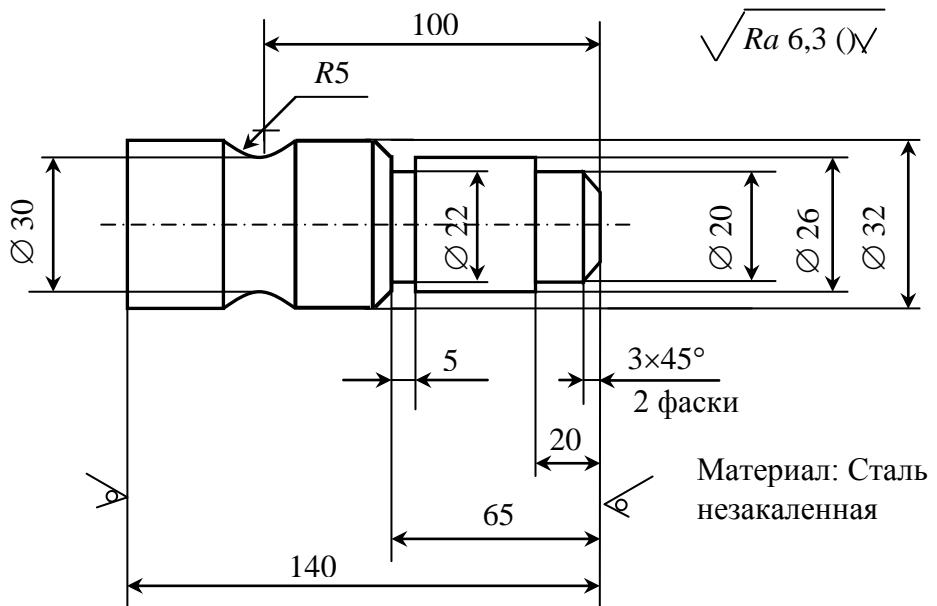

Рисунок 3.11
4. Выполнить эскиз технологической схемы многорезцовой токарной обработки для случая инструментальной наладки по длине наибольшей ступени вала (рисунок 3.11).